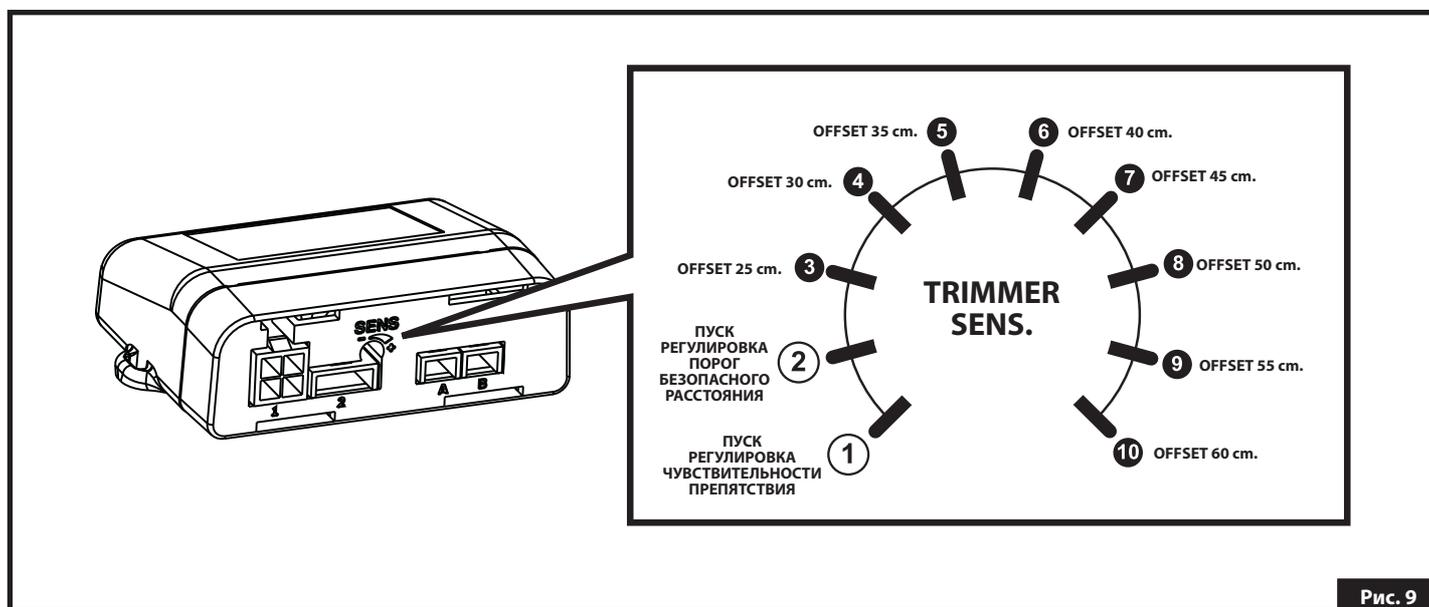

Рис. 9
**Примечание:** Перед началом процедуры определите необходимое значение безопасного порога срабатывания (OFFSET), которое должно быть занесено в запоминающее устройство. На Рис.9 изображен пример соответствия значения и положения триммера (например, 45 см = поз. 7).
2. Установите триммер в положение 2 (см. Рис. 9).
2. Установите триммер в положение 1 (см. рис. 9).